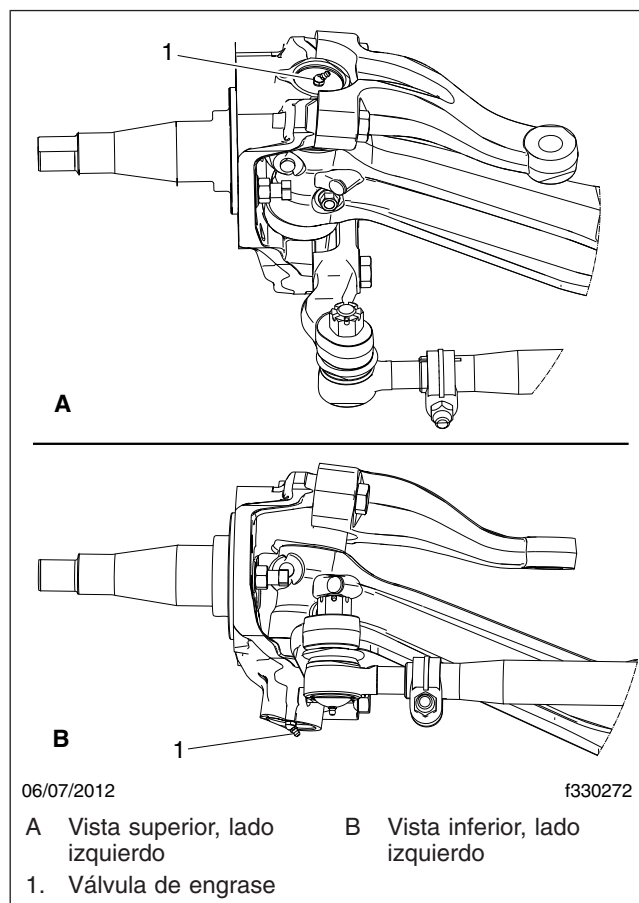
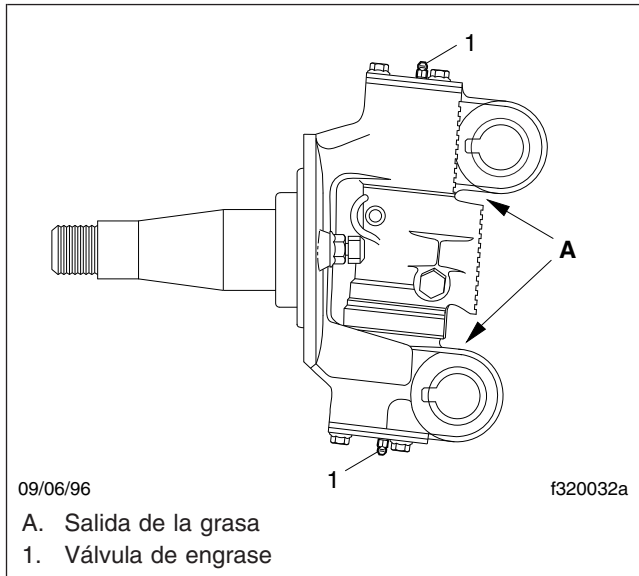

Figura 1, Válvulas de engrase, ejes Detroit
Figura 2, Lubricación del pivote de dirección
3. Aplique grasa multiuso para chasis de grado 1 NLGI (6% 12-hidroxiestearato de litio) o de grado 2 NLGI (8% 12-hidroxiestearato de litio) hasta que se vea grasa nueva en las uniones de la viga del eje y de los muñones. Para averiguar la ubicación de las válvulas de engrase, vea la **Figura 1**, y para los puntos de salida de la grasa vea la **Figura 2**.
Cuando lubrique los bujes del pivote de dirección, no eleve el eje delantero. Limpie las graseras y aplique grasa multiuso para chasis de grado 1 NLGI (6% 12-hidroxiestearato de litio) o de grado 2 NLGI (8% 12-hidroxiestearato de litio) hasta que vea aparecer la grasa nueva en el sello contra grasa del buje en el extremo opuesto a los acoples. El sello contra grasa admitirá la presión de la grasa sin sufrir daños, pues está diseñado para dejar pasar grasa bombeada a través de él durante la lubricación. Aunque haya fugas de grasa alrededor de la junta de la placa superior o inferior, continúe bombeando hasta que aparezca grasa nueva en el sello del buje, en el extremo opuesto a la válvula de engrase. Vea la **Figura 2**.